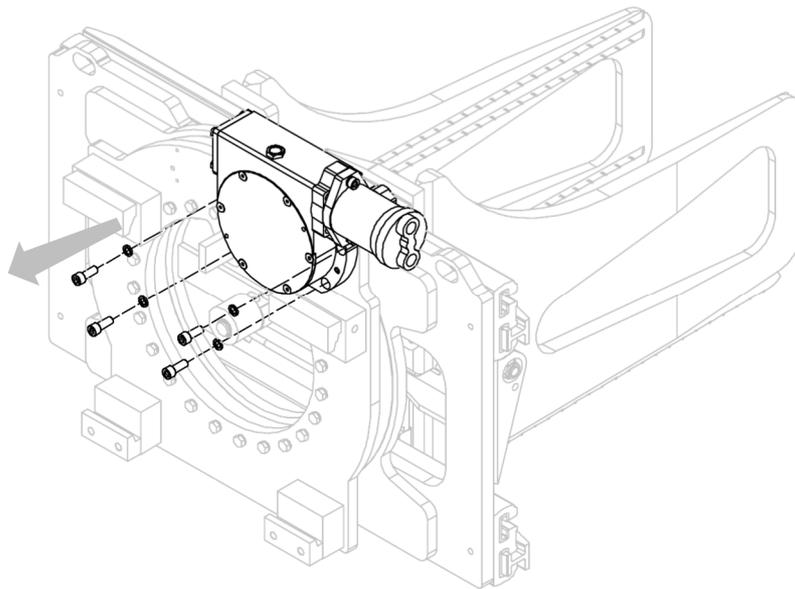

Abbildung 34
3. Entfernen Sie das Getriebe-Motor-Paar von der Gerätestruktur, nachdem Sie die entsprechenden Schrauben entfernt haben (siehe *Abbildung 34*).